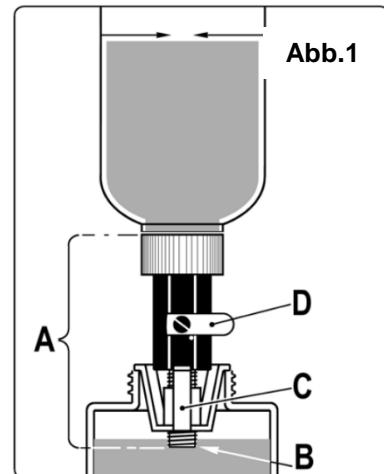

Abb.2
9. Das schwarze Gummirohr (10) auf den Bremsennippel auf dem ersten Rad montieren und den Nippel um etwa eine Vierteldrehung öffnen (Abb. 2).
11. Den Bremsennippel schließen (Abb. 2).
12. Das Gummirohr (10) von dem Bremsennippel entfernen.
13. Den Auslöser (4) drücken, um den Rest der Bremsflüssigkeit aus dem geleerten Rohr zu entfernen.